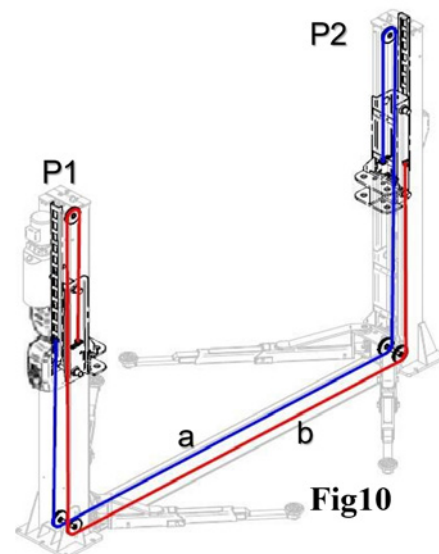

Fig10
- Løft vognene til halv højde og placer dem i sikker position; de to vogne skal være justeret og placeret på samme tand i tandstangen. Løsn de øverste remskiver som vist i Fig10.